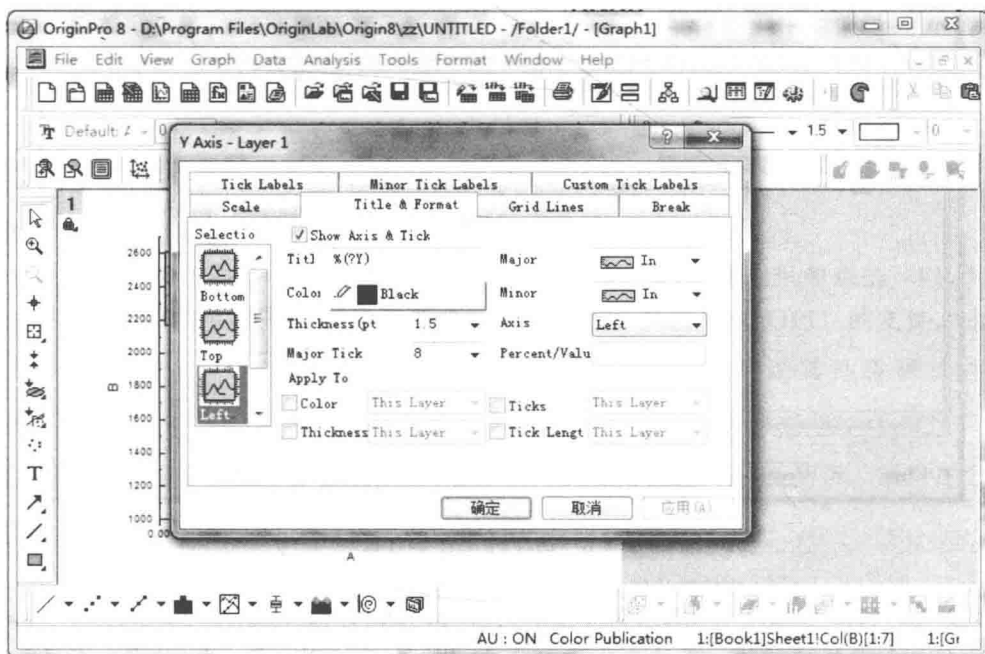

图 2-7 坐标轴设置对话框
注：1. 坐标轴调整：①双击 X 轴或 Y 轴，弹出 X(Y) Axis-Layern 对话框，见图 2-7。可在左侧 Selection 中选择合适的图标，以确定需要更改的坐标轴。其中 Horizontal/Bottom/Top 默认为 X 轴；Vertical/Left/Right 默认为 Y 轴；Z Axis/Front/Back 默认为 Z 轴。②在坐标刻度 (Scale) 窗口中，在 From 和 To 栏内输入数值，设置坐标轴的数值范围。刻度类型有标准线性刻度坐标 Linear、对数坐标 (以 10 为底的对数 lg，自然对数 ln，以 2 为底的对数 log₂)、倒数刻度 Reciprocal 等多种。若在 Increment 位置输入值，决定轴上显示的数值。如设置递增值为 4，则每隔 4 显示一个坐标轴的数值。若在 # Major 位置输入值，Origin 将自动设置与之相近的主刻度标记的数量。在 # Minor 位置输入值，